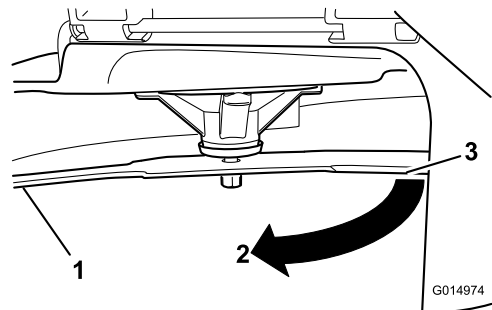

Figura 53
3. Distancia medida entre la cuchilla y la superficie (A)
4. Gire la misma cuchilla 180 grados de manera que el otro extremo esté en la misma posición (Figura 53).